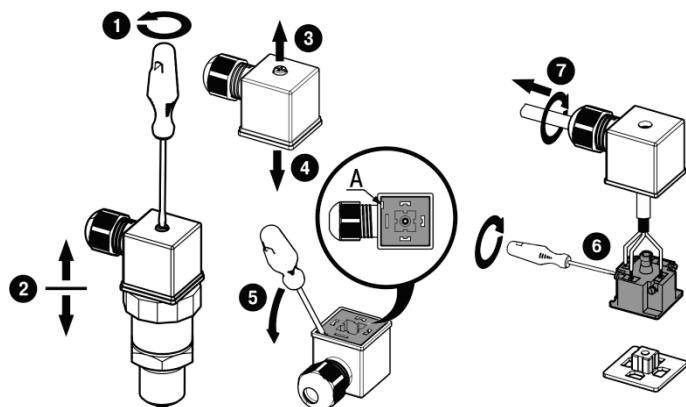

Рисунок 6 – Демонтаж проводов
**Демонтаж проводов** (см. рисунок 6):